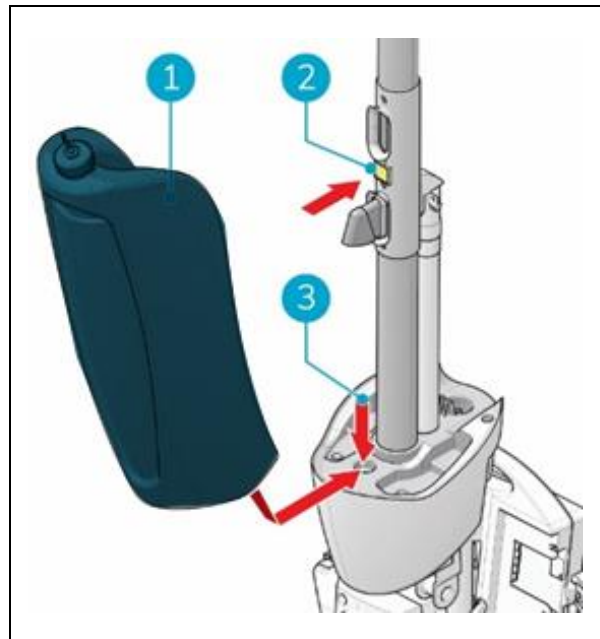

Figure 13
1. Placez le fond du réservoir de récupération (figure 13, pos. 1 et pos. 3) sur le devant de l'i-mop® XXL.
2. Poussez le haut du réservoir en place jusqu'à ce que vous entendiez un « clic », l'aimant (figure 13 pos. 2) verrouille le réservoir de récupération en place.